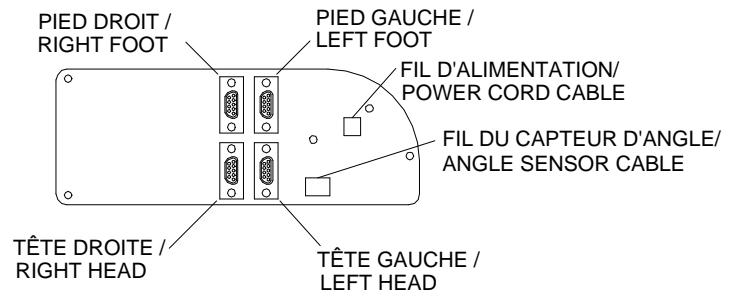

Figure 3.7A
À moins d'indications contraires, les références contenues dans cette procédure référeront à la figure 3.7A à la page 21.
3. À l'aide d'un tournevis Phillips, retirez les vis (E, fig. 3.7A, page 21) retenant la plaque de recouvrement de pied (F, fig. 3.7A, page 21) au châssis. Retirez la plaque.
5. Descendez la civière jusqu'à ce qu'elle repose sur les chandelles. Le support du châssis (A) est maintenant libre de toute tension.
6. À l'aide d'une clé 9/16" et d'une clé à cliquet avec douille 9/16", retirez les deux boulons/écrous à blocage (B) retenant la cellule de charge au support de châssis.
9. À l'aide d'une clé 9/16", retirez le boulon, la rondelle et l'entretoise (B, fig. 3.7A, page 21) retenant la douille de montage du toit de protection (C, fig. 3.7A, page 21) au support d'accessoires.